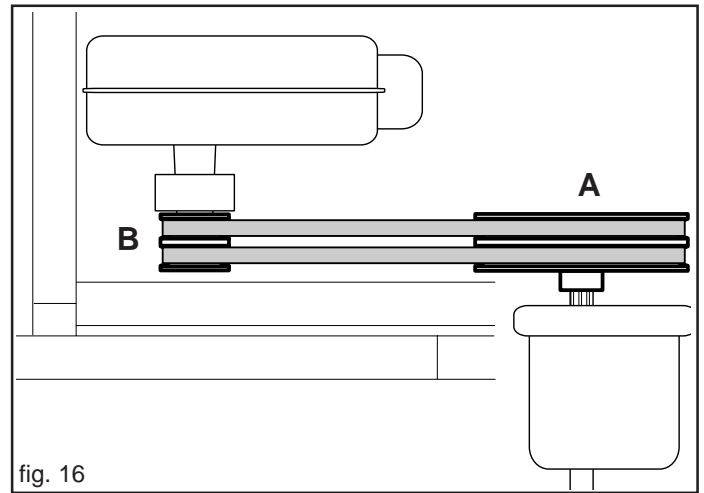

fig. 16
1) Le cinghie vanno inserite fra la puleggia montata sulla presa di potenza posteriore dell'erpice (A, Fig. 16) e quella con l'innesto centrifugo della soffiante (B, Fig. 16).